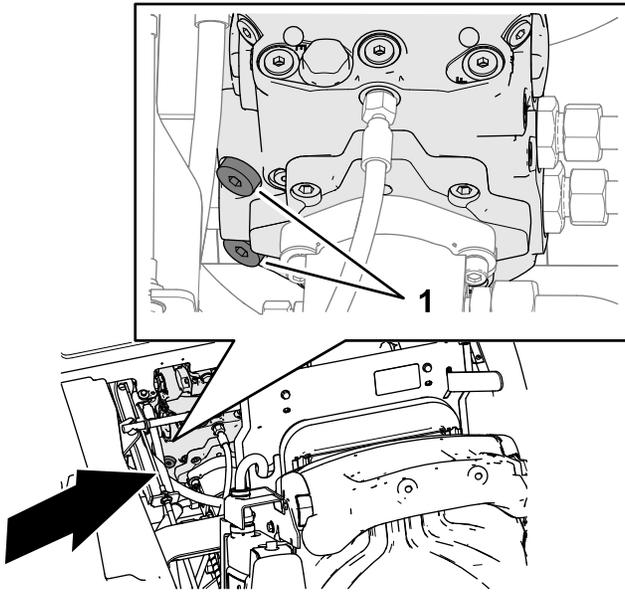

Bild 37
1. Verwenden Sie einen 8 mm Innensechskant-schlüssel, um die beiden Innensechskantstopfen für die Entlastungsventile der Getriebepumpe um drei volle Umdrehungen gegen den Uhrzeigersinn zu drehen (**Bild 37**).